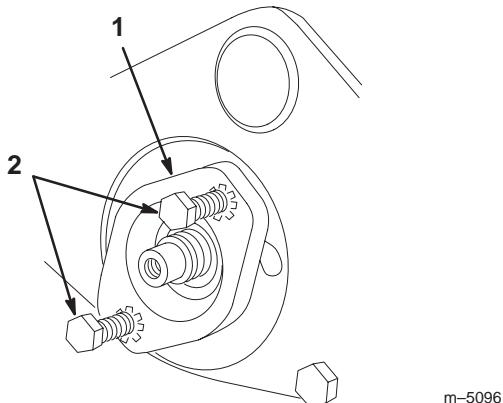

Figure 15
4. Retirez les boulons de fixation du logement des roulements aux deux extrémités du plateau de coupe (Fig. 15).
5. A l'aide d'un maillet en plastique, tournez légèrement le logement du roulement, insérez les boulons de fixation dans le logement par l'extérieur, tournez les boulons alternativement contre la plaque latérale et déposez le logement (Fig. 15).